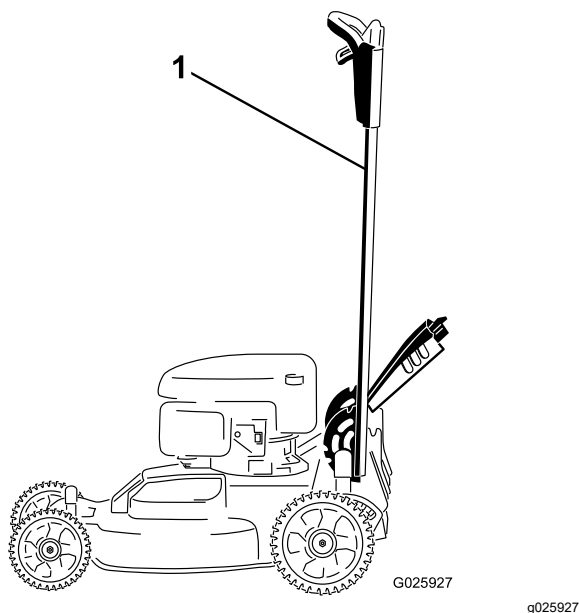

Figura 37
1. Bloquee el manillar en la posición vertical (Figura 37); consulte Ajuste de la altura del manillar (página 12).